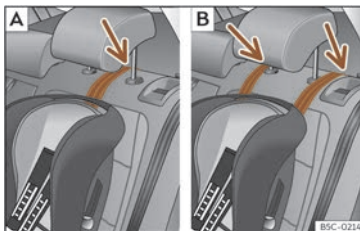
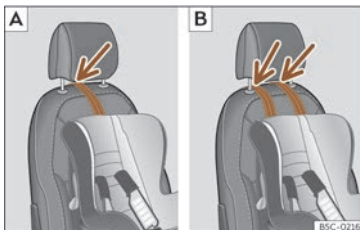

Fig. 44 Asentos traseiros: axuste e montaxe en función do cinto Top Tether.
Fig. 45 Asento do acompañante: axuste e montaxe en función do cinto de Top Tether.
- Coloque a correa debaixo do repousacabezas (segundo as instrucións do propio asento, levante ou retire o repousacabezas se é necesario) >>> fig. 44 , >>> fig. 45.